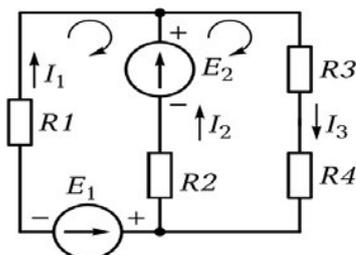

Рис. 1.3.1
**Дано:** схема (рис.1.3.1);  $E_1= 60$  В;  $E_2= 80$  В;  $R_1= 4$  Ом;  $R_2= 4$  Ом;  $R_3= 6$  Ом;